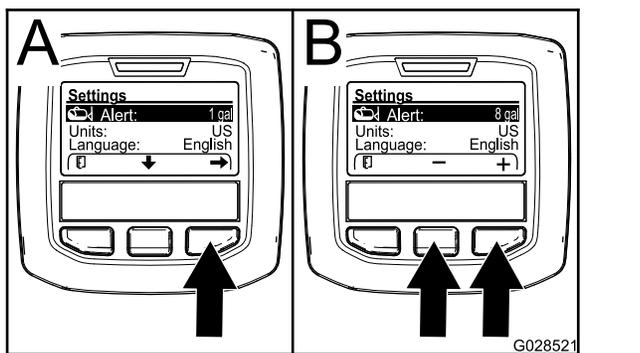

Рисунок 23
2. Нажмите среднюю кнопку выбора, чтобы выделить настройку Alert (Предупреждение) (Рисунок 23).
3. Нажмите правую кнопку выбора (Рисунок 23).
4. С помощью средней или правой кнопки выбора введите минимальный объем жидкости в баке, при котором во время работы опрыскивателя будет появляться предупреждение на дисплее (Рисунок 23).